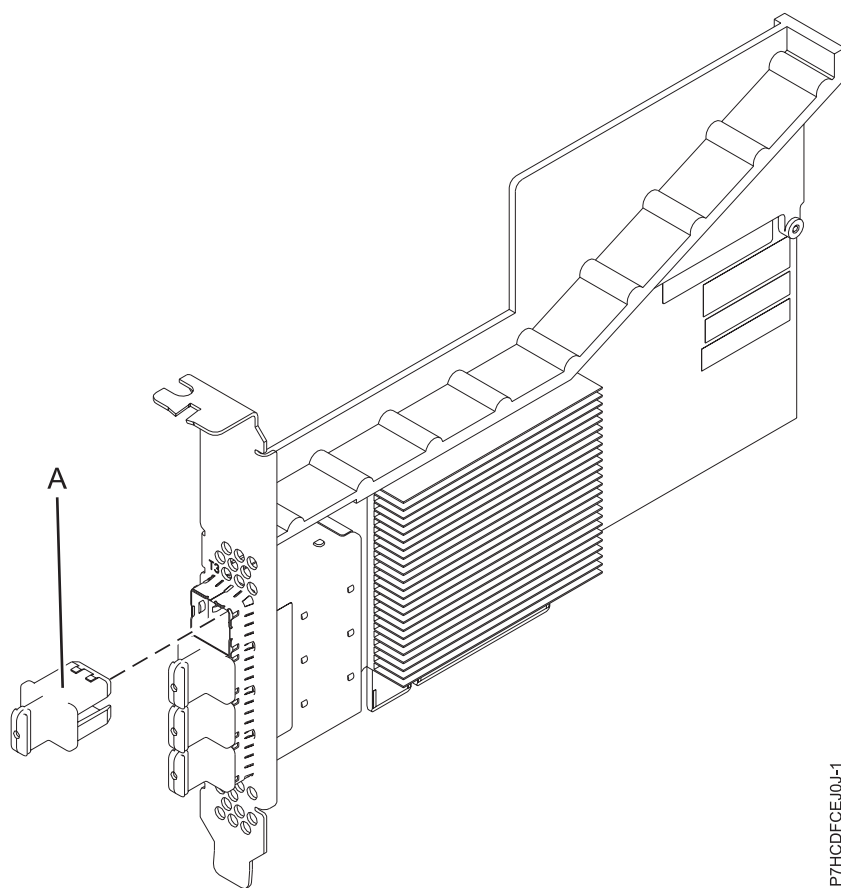

Figure 17. Carte bande SAS PCIe3
La carte pour bande SAS PCIe3, quatre ports 6Gb x8 est une carte PCI Express (PCIe) SAS RAID de troisième génération, courte et à faible encombrement mais destinée à une installation pleine hauteur. La carte est destinée à des applications SAS (Serial Attached SCSI) hautes performances et haute densité. Elle prend en charge le raccordement de bande magnétique SAS via quatre connecteurs mini-SAS haute densité (HD) x4 qui permettent d'utiliser les liaisons physiques dans différentes configurations étroites et larges de ports. Le raccordement de bande magnétique n'est pris en charge qu'avec une configuration de carte unique et ne peut pas être combiné avec un disque SAS sur la même carte. L'adaptateur ne dispose pas d'un cache en écriture. La figure 17, à la page 44 illustre la carte pour bande SAS PCIe3, quatre ports 6Gb x8.
La figure 17 représente la carte. Le capuchon du connecteur **(A)** est installé dans un port vide et empêche que ce port ne soit endommagé lorsqu'un câble d'un connecteur de port adjacent est branché ou retiré.